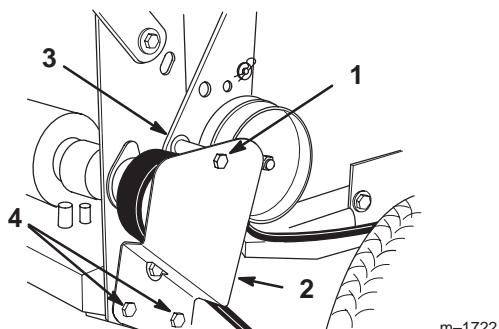

Figure 56
2. Enlevez la vis supérieure de fixation du support et de la patte de la poulie de tension sur le bâti arrière (Fig. 56).
3. Desserrez suffisamment les deux vis de montage inférieures pour permettre à la courroie de passer entre la poulie d' entraînement et le support de la poulie de tension (Fig. 56).